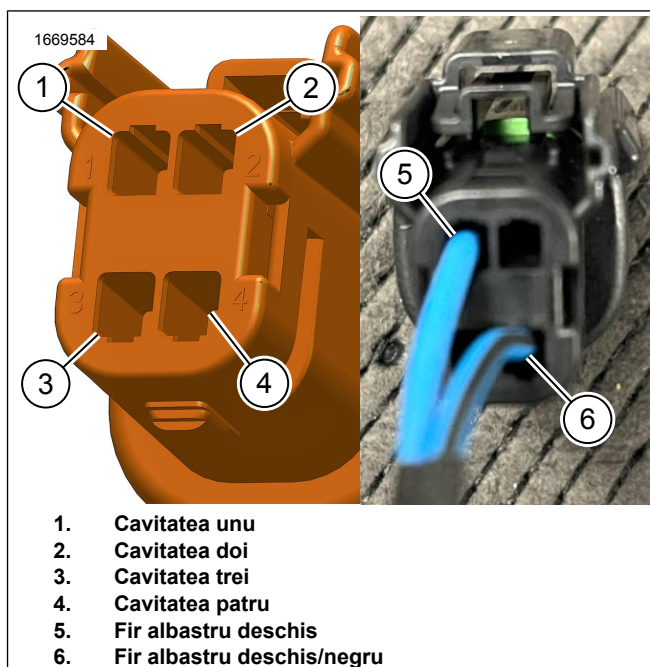

Figura 22. Cablaj reconectare 69203031
1. 1. A se vedea figura 22. Utilizați instrumentul special pentru a îndepărta terminalele de la conector.